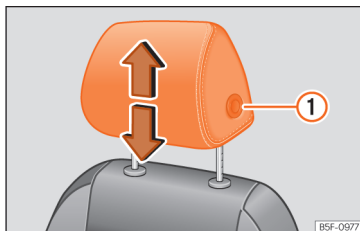
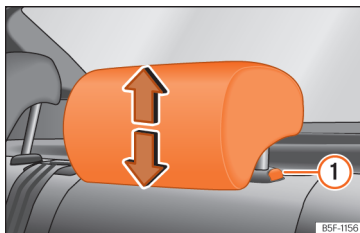

Abb. 108 Vordersitz: Kopfstützeinstellung.
Abb. 109 Kopfstützen hinten: Kopfstützeinstellung.
Weise vor und drücken Sie gleichzeitig die seitliche Taste ❶ »» **Abb. 108** »» **Abb. 109**.
- Seitliche Taste drücken »» **Abb. 108** ❶ und Kopfstütze herausziehen.